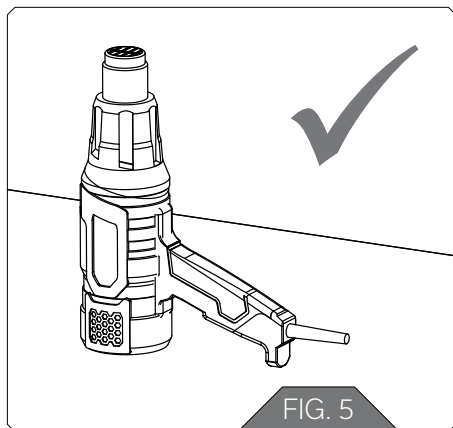

FIG. 5
**ADVERTENCIA:** Coloque siempre la pistola de calor en una superficie plana y en posición VERTICAL (FIG.5)